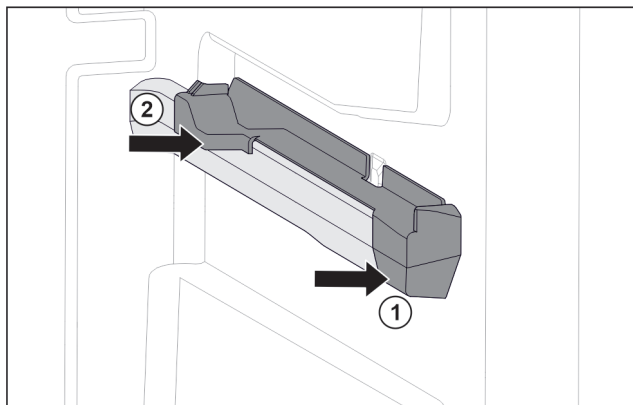

Fig. 126 Наставка върху дясното ребро на съда
- Поставете наставката отпред към реброто на съда. Fig. 126 (1)
- Притиснете наставката отзад. Fig. 126 (2)